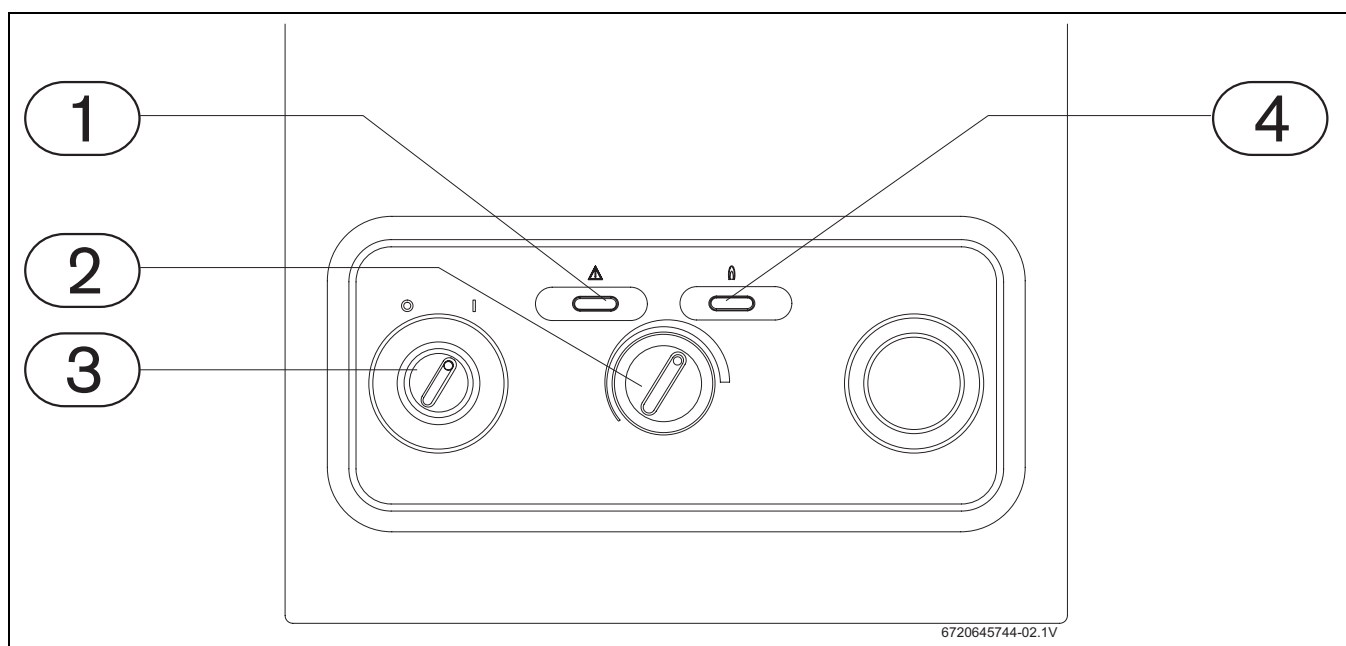

Fig. 4
Placer l'interrupteur général (→Fig. 4, [3]) sur la position marche (I).
- ▶ Presser la touche de remise en service (touche 1, →Fig. 4).
Cet appareil est pourvu d'un système de diagnostic des pannes. La détection de ces anomalies s'effectue au moyen d'un voyant lumineux apparaissant sur la touche de remise en service (→Fig. 4, [1]). L'appareil ne se remet à fonctionner qu'une fois la panne résolue et après avoir appuyé sur la touche de remise en service. Pour pouvoir identifier la panne, consulter le chapitre 10 de ce manuel.